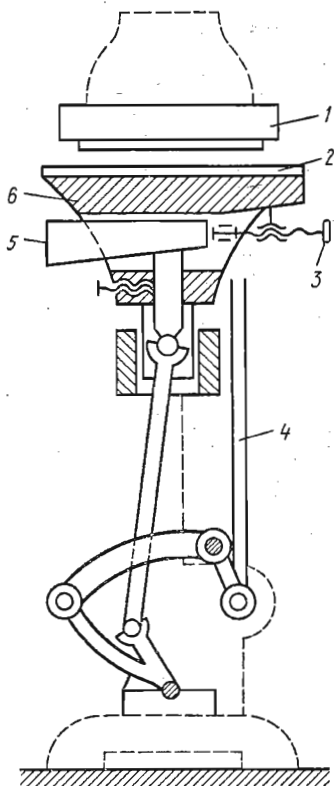

Рис. 29. Схема ручного позолотного пресса:
**Ручной позолотный пресс** (рис. 29) предназначен для бескрасочного тиснения, тиснения фольгой и печати переплетными красками. На неподвижную верхнюю плиту прессы с электронагревателями укрепляют штамп, на подвижной нижней плите имеется выдвижной талер, на который укладывают переплетную крышку. При тиснении фольгой на крышку укладывают лист фольги. Нижняя плита поднимается рычагом при нажатии на рукоятку. Для печати красками с левой стороны талера прикрепляется специальная плита, где крепится штамп, красочный слой на него наносится вручную.